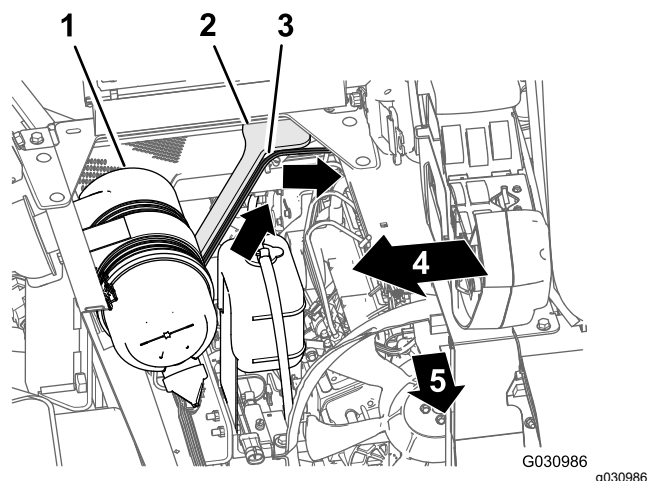

Figure 114
1. Acheminez la branche de 108 cm du faisceau de câblage vers le haut et dans l'arrière du compartiment moteur, le long du support droit du carénage du moteur, devant le conduit qui relie le filtre à air et le moteur (Figure 114).